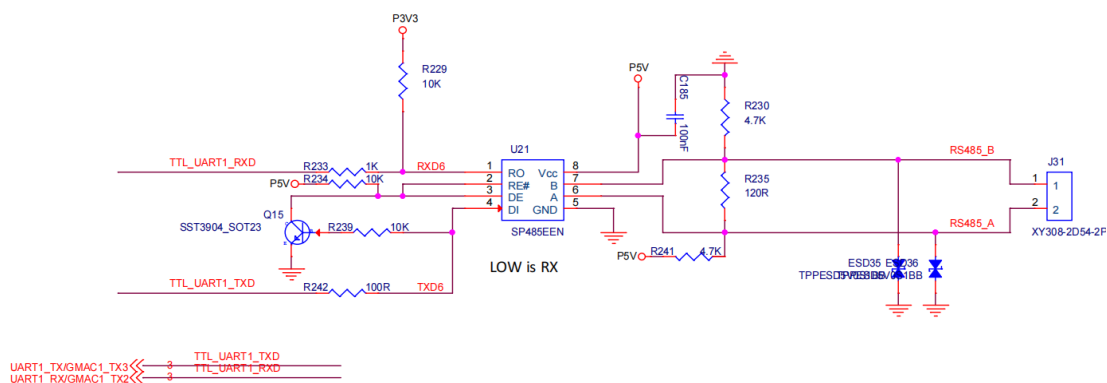

图 2-19 RS485 接口原理图
(10) RS485 接口：用于长距离、抗干扰能力强的串行通信，常用于工业控制领域。原理图如图 2-19：